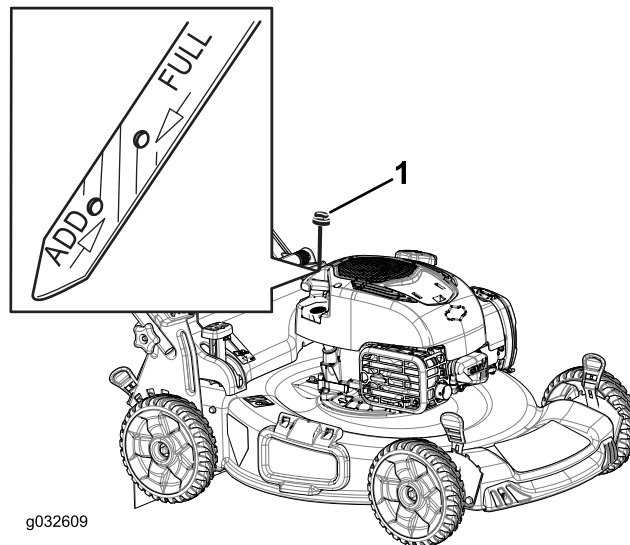

Рисунок 31
2. Извлеките масломерный щуп (Рисунок 31).
4. Медленно заливайте масло в маслозаливной патрубкок до соответствующей отметки **Full (Полный)** на масломерном щупе (Рисунок 31). Не допускайте переполнения.